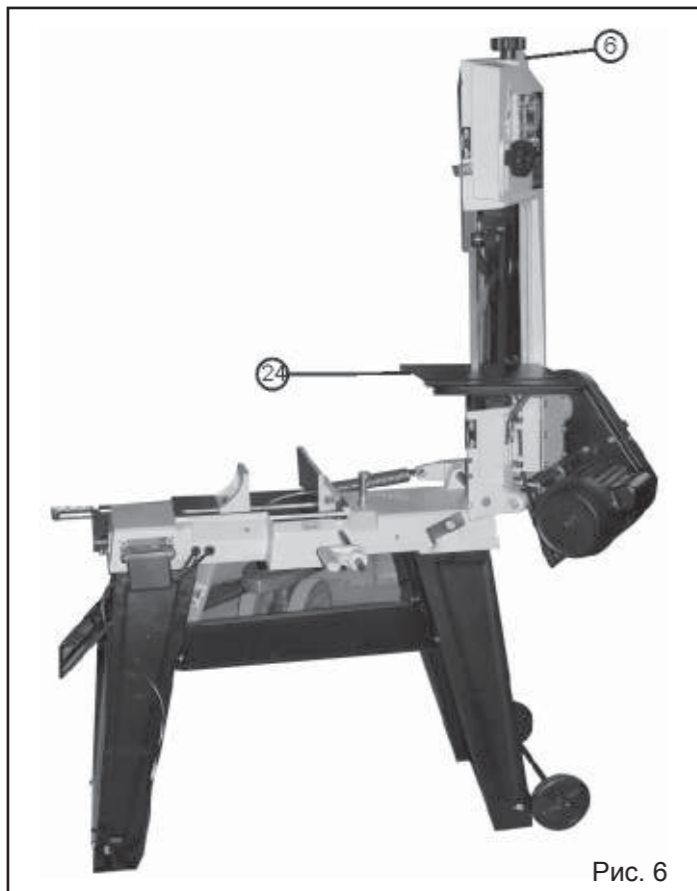

Рис. 6
8.5. Установка рабочего стола (Рис.6, 7, 8)
8.5.2. За ручку (6) Рис.6 раму (26) Рис.7 перевести в вертикальное положение, как показано на Рис.6.